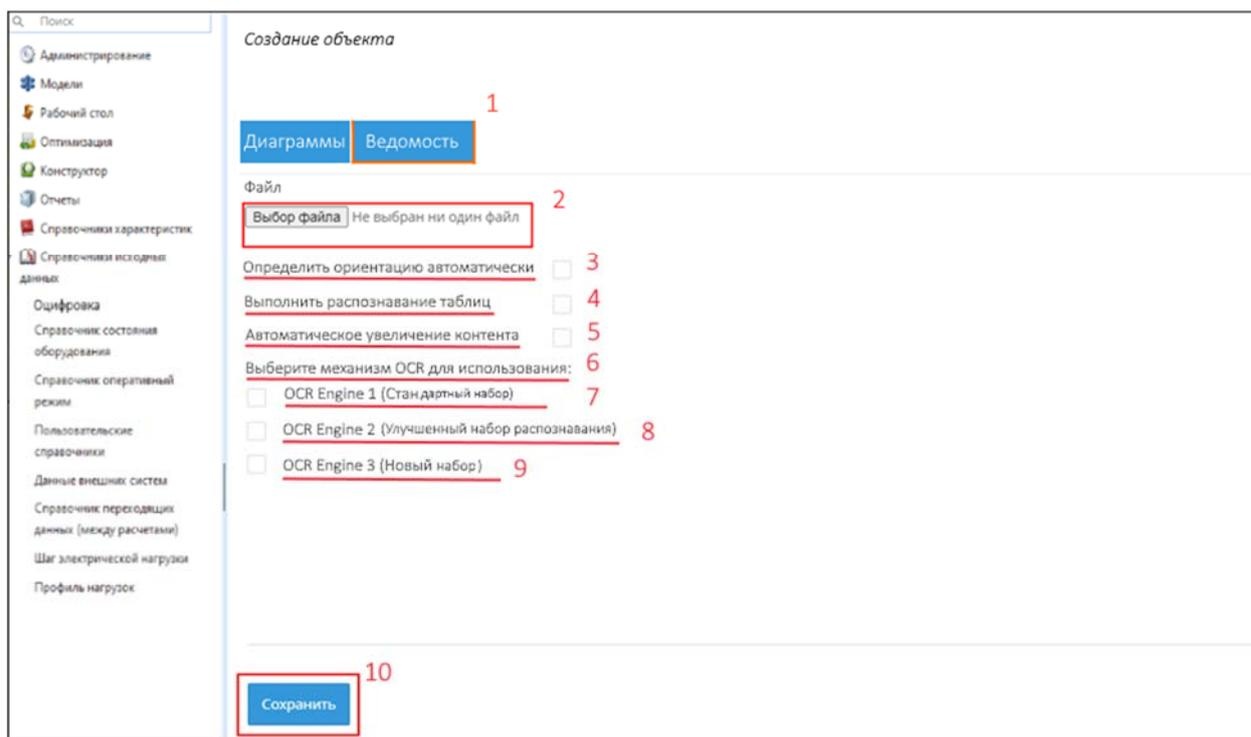

Рисунок 4.8.35 – Создание объекта «Ведомость»
При выборе пользователем кнопки (1) «Ведомость» в окне «Создание объекта» (рис. 4.8.35), перед администратором появляется ряд настроек, которые необходимо выполнить для оцифровки изображения.
настроек изображения, как на (рис. 4.8.35). Если необходимо произвести удаление изображения из списка, то это можно сделать с помощью кнопки (8) в блоке (8).